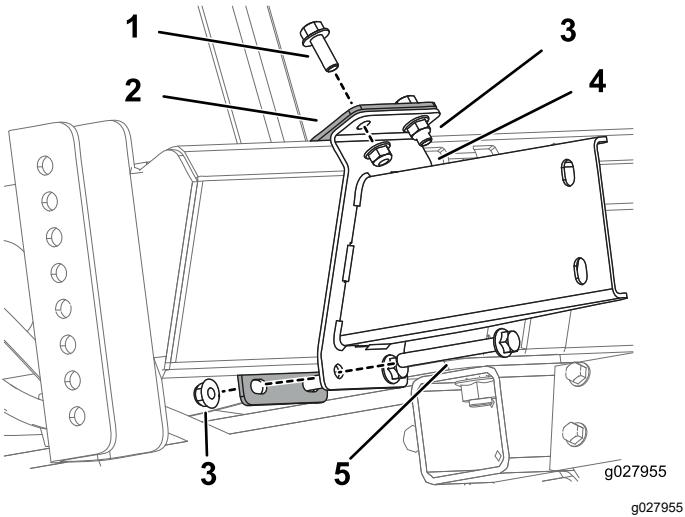

Bild 11
3. Befestigen Sie die untere Halterung und die untere Stützhalterung mit zwei Schrauben (3/8"-16), zwei Schrauben (3/8"-16 x 3 1/2") und vier Bundmuttern (3/8"-16) am Rahmen, wie in Bild 11 abgebildet.
2. Befestigen Sie die untere Halterung und die untere Stützhalterung mit zwei Schrauben (3/8"-16), zwei Schrauben (3/8"-16 x 3 1/2") und vier Bundmuttern (3/8"-16) am Rahmen, wie in Bild 11 abgebildet.